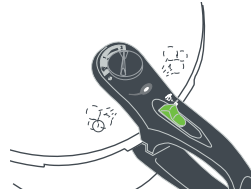

Fig.13
Indicador de presión (2). Permite visualizar la existencia de presión en el interior de la olla. A medida que se calienta la olla a presión y se va generando presión en el interior, el indicador de presión (la barra de color rojo ubicada sobre el mango de la tapa) se irá levantando automáticamente. Mientras esto ocurre debe de observarse una salida de vapor lateral por el mango de la tapa (Fig. 13). Si el indicador está levantado, existe presión en el interior de la olla e impide la apertura de la olla. El cierre de seguridad de la olla estará bloqueado y no se podrá mover a la posición de abierto. Si el indicador no está levantado, no existe presión dentro de la olla.